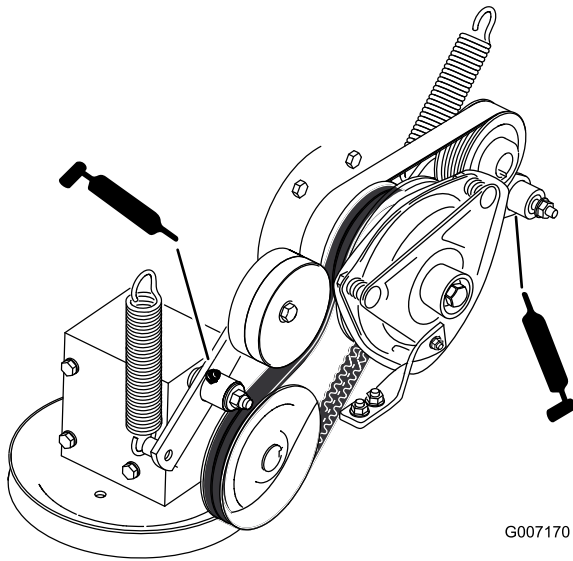

Figure 31
6. Graissez le bras de la poulie de tension de la courroie d'entraînement de PDF (Figure 31).
7. Graissez le bras de la poulie de tension de la courroie de pompe (Figure 31).